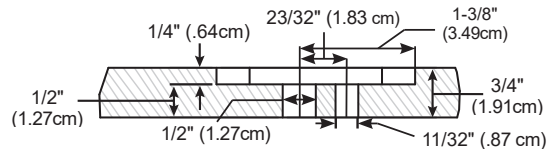

Figura 1
- Usando una rebajadora, guía de línea recta, y una broca de rebajadora de 1" (2.54 cm.), realice un avellanado de una profundidad de 1/4" (.64 cm.) en el panel de 3/4" (1.91 cm.). Consulte la figura 1.